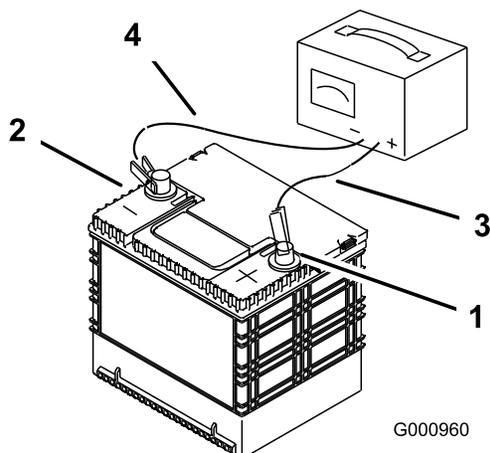

Figura 55
2. Quando le batterie sono completamente cariche, staccate il caricabatterie dalla presa elettrica e scollegate i cavi di ricarica dai poli delle batterie (Figura 55).